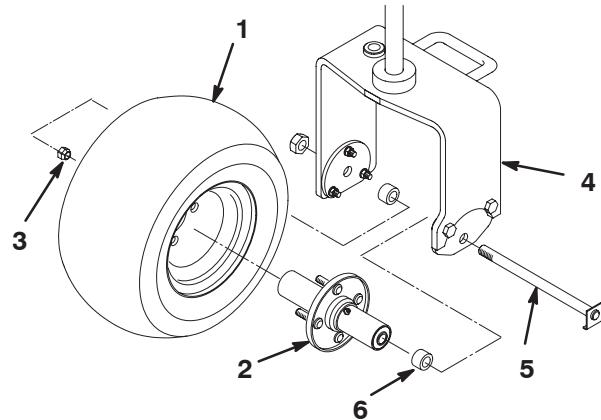

Bild 2
1. Montieren Sie die Radnabe mit vier Befestigungsmuttern an der Hinterradfelge (Bild 2). Ziehen Sie die Muttern auf 95–122 Nm fest.
2. Nehmen Sie die Radschraube und Sicherungsmutter aus den Radbefestigungslöchern an der hinteren Laufradgabel (Bild 2).
5. Positionieren Sie die Krümmung des Schraubenkopfs unter die untere Kante der Adapterplatte (Bild 2). Setzen Sie die Sicherungsmutter ein und ziehen Sie sie an, um das Rad an der Laufradgabel zu befestigen. Ziehen Sie die Sicherungsmutter nicht zu fest an, da sich das Rad frei drehen muss.